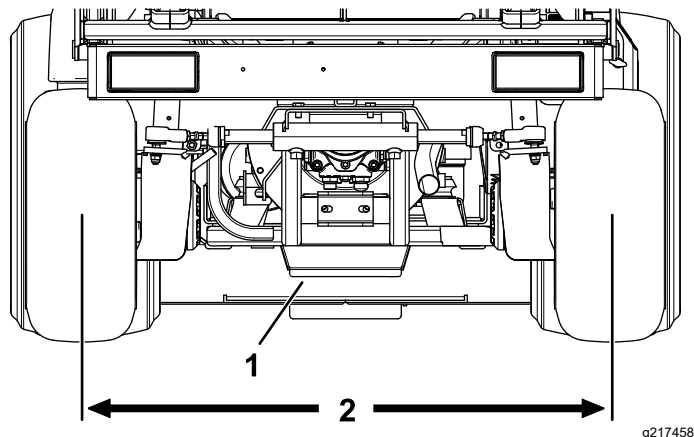

Figura 83
2. Reglai ambii tirani până când distanța de la centru la centru, în față și în spatele a roilor din spate este aceeași (Figura 83).